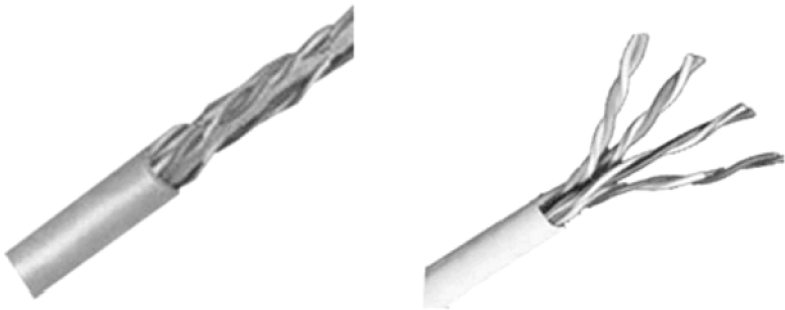

图 4-71 抽出被割断的绝缘层
3) 将被割断的绝缘层抽出，露出双绞线的四对单股电线线芯，如图 4-71 所示。